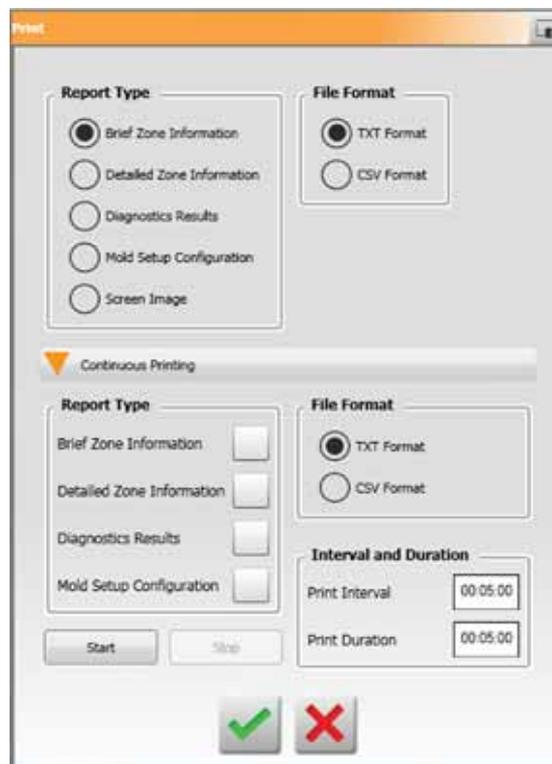

Figure 4-6 Boîte de dialogue d'impression
2. Appuyez sur le bouton **Impression continue** de la fenêtre de dialogue Impression. Veuillez-vous reporter à Figure 4-6.